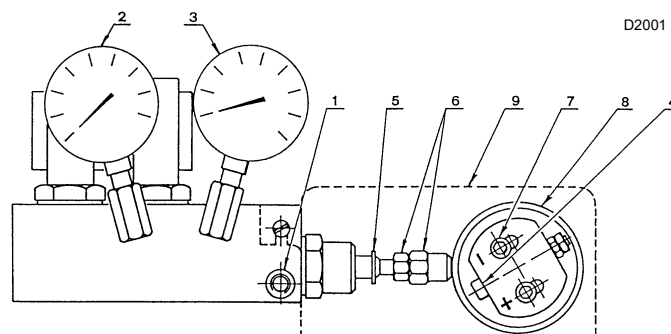
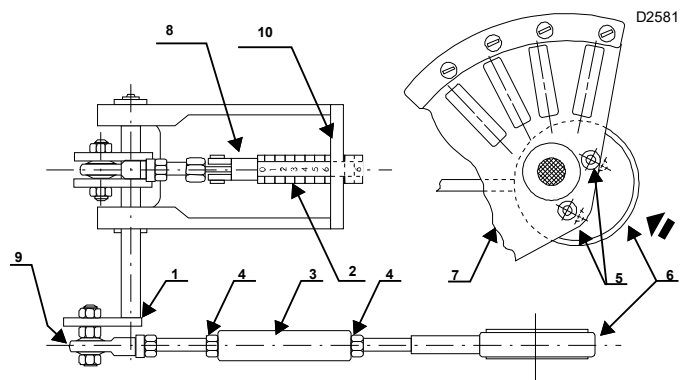
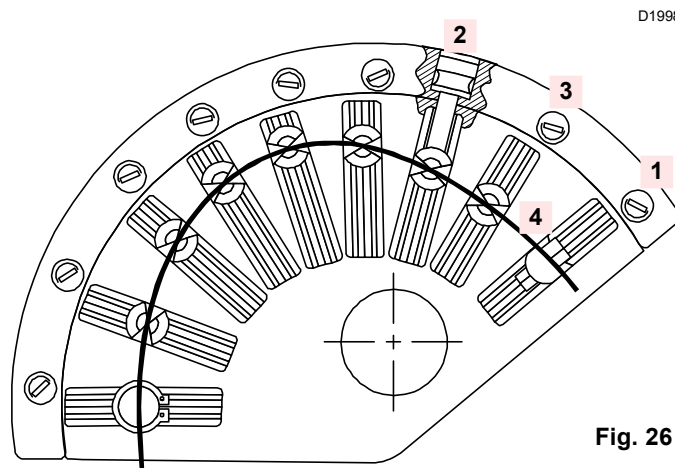

Fig. 22
Fig. 23
Fig. 26
La variation de pression sur le retour (manomètre, 3) Fig. 22 à la page 25) modifie le débit du combustible sortant du gicleur.
- Si des oscillations de pression sont relevées sur le manomètre 3) au débit maximum du gicleur (pression maximale sur le retour), réduire légèrement la pression jusqu'à ce qu'elles disparaissent (Fig. 22).
Légende (Fig. 22)
La tête de combustion se déplace simultanément avec l'excentrique 8), (Fig. 22) et la came à profil variable 1) (Fig. 26). Le positionnement de la tête est visible sur le cylindre 2)(Fig. 23). Les leviers de commande de la tête sont réglés à l'usine sur la course maximale de 45 mm (le cylindre gradué 2) passe de l'encoche 0 à l'encoche 9), adaptée pour une plage de modulation de $75 \div 300$ kg/h.
Lorsque le réglage a été effectué contrôler manuellement avec des excursions de la came 7) qu'entre 0° et 130° il n'y ait aucun talonnage (Fig. 23).
Le réglage du volet d'air s'active en intervenant sur la came à profil variable 1)(Fig. 26). C'est une opération qui se fait après avoir réglé le variateur de pression et la tête de combustion. Avec le brûleur allumé, couper la tension du servomoteur et le dégager manuellement en appuyant sur le bouton de déblocage situé dans la partie inférieure.
Il est conseillé d'allonger le tirant lorsque le volet d'air se déplace à l'intérieur d'un angle réduit (volet d'air environ à mi-course à la puissance maximum). De cette façon, on évite le profil de came 4)(Fig. 26) trop incurvé.